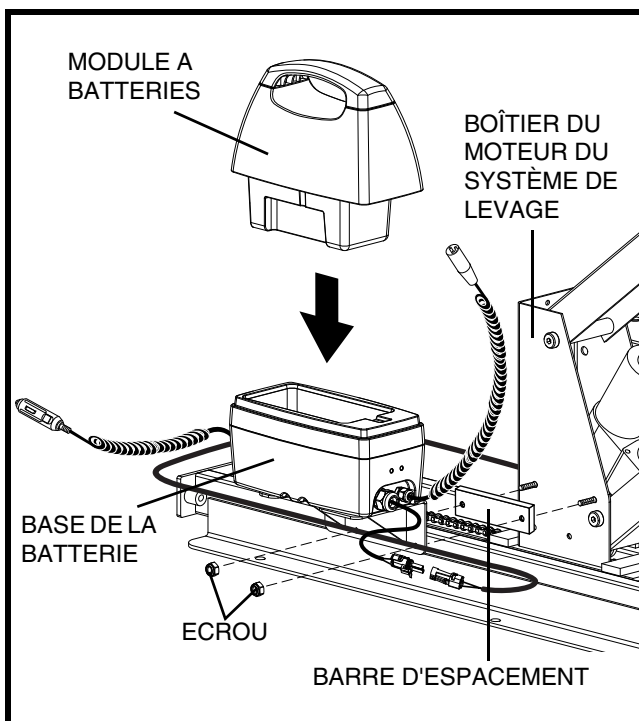

Figure 5. Installation batterie interne (Type II)
1. Retirez les bouchons en caoutchouc, les écrous, et la barre d'espacement des boulons saillants sur le côté du boîtier du moteur du système de levage. **Voir la figure 5.**
2. Montez la base de la batterie sur les boulons saillants et sécuriser en position avec les écrous retirés précédemment. **Voir la figure 5.**